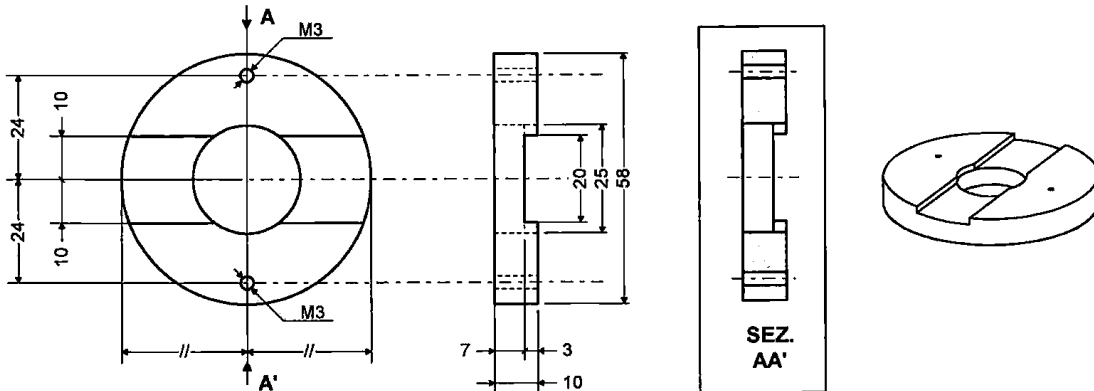

Fig.2
Si devono realizzare in 4 copie di un particolare meccanico in una lega di alluminio (anticorodal) come da disegno (**Fig.2**):
- 1) Si descriva la procedura per realizzare il particolare meccanico di Fig.2 elencando i passaggi principali per realizzarlo a partire dalla scelta dei grezzi;